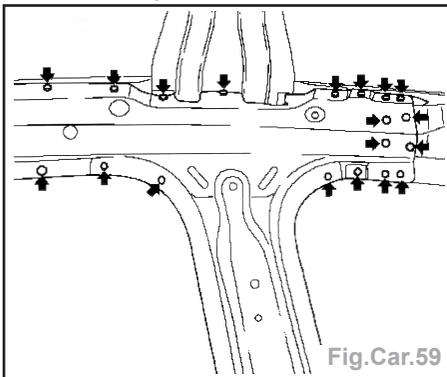

Fig.Car.59
- Déposer par perçage le montant B intérieur sup.(Fig.Car.59).